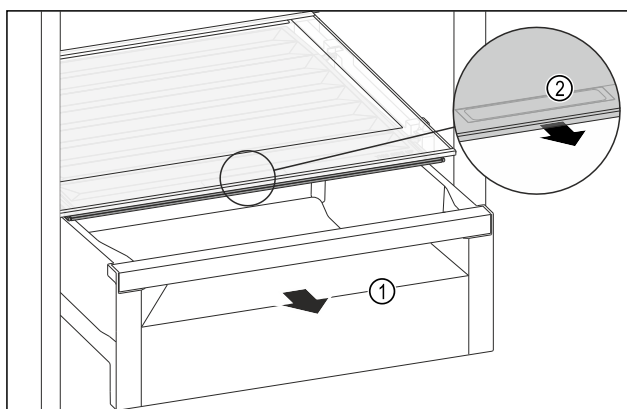

Fig. 114
- Trekk ut skuffen Fig. 114 (1).
- Ta tak i det innfelte grepet Fig. 114 (2) på lokket, og trekk samtidig lokket forover.